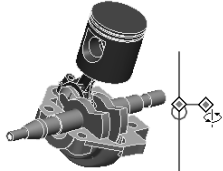

图 3-8 翻转模型
- 翻转：按住鼠标中键 + Ctrl 键 + 水平移动鼠标，如图 3-8 所示。